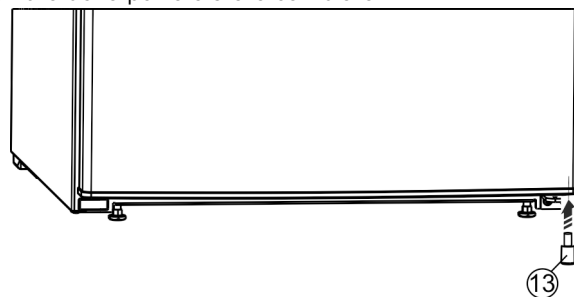

Fig. 26 \*
- ▶ Reinserire il distanziatore Fig. 26 (13) a destra in basso nella porta in quanto risulta importante per la stabilità dell'apparecchio.\*